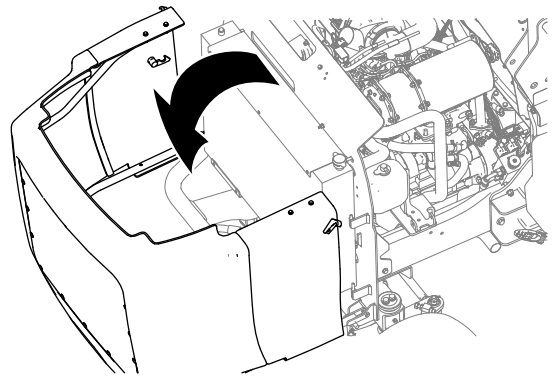

Figura 67
- Sbloccate e aprite il cofano (Figura 67).